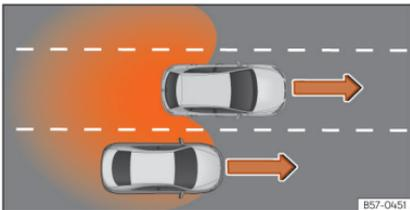

Abb. 148 Überholen auf der mittleren Spur und anschließender Wechsel auf die rechte Fahrbahn.
- Bei Überholung eines anderen Fahrzeugs »» (Abb. 148) mit einer Geschwindigkeitsdifferenz von ca. 10 km/h (6 mph). Erfolgt die Überholung wesentlich schneller, erfolgt keine Anzeige.